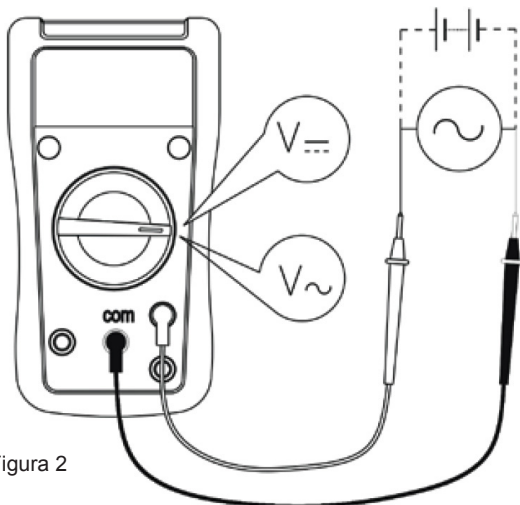

Figura 2
I. Masurarea tensiunii continue si a celei alternati- ve (vezi figura 2)